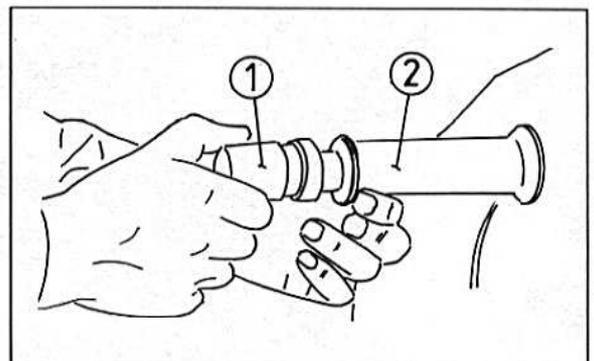

Bild 354 ▶
- Die Griffenden links und rechts abschrauben (Bild 354).